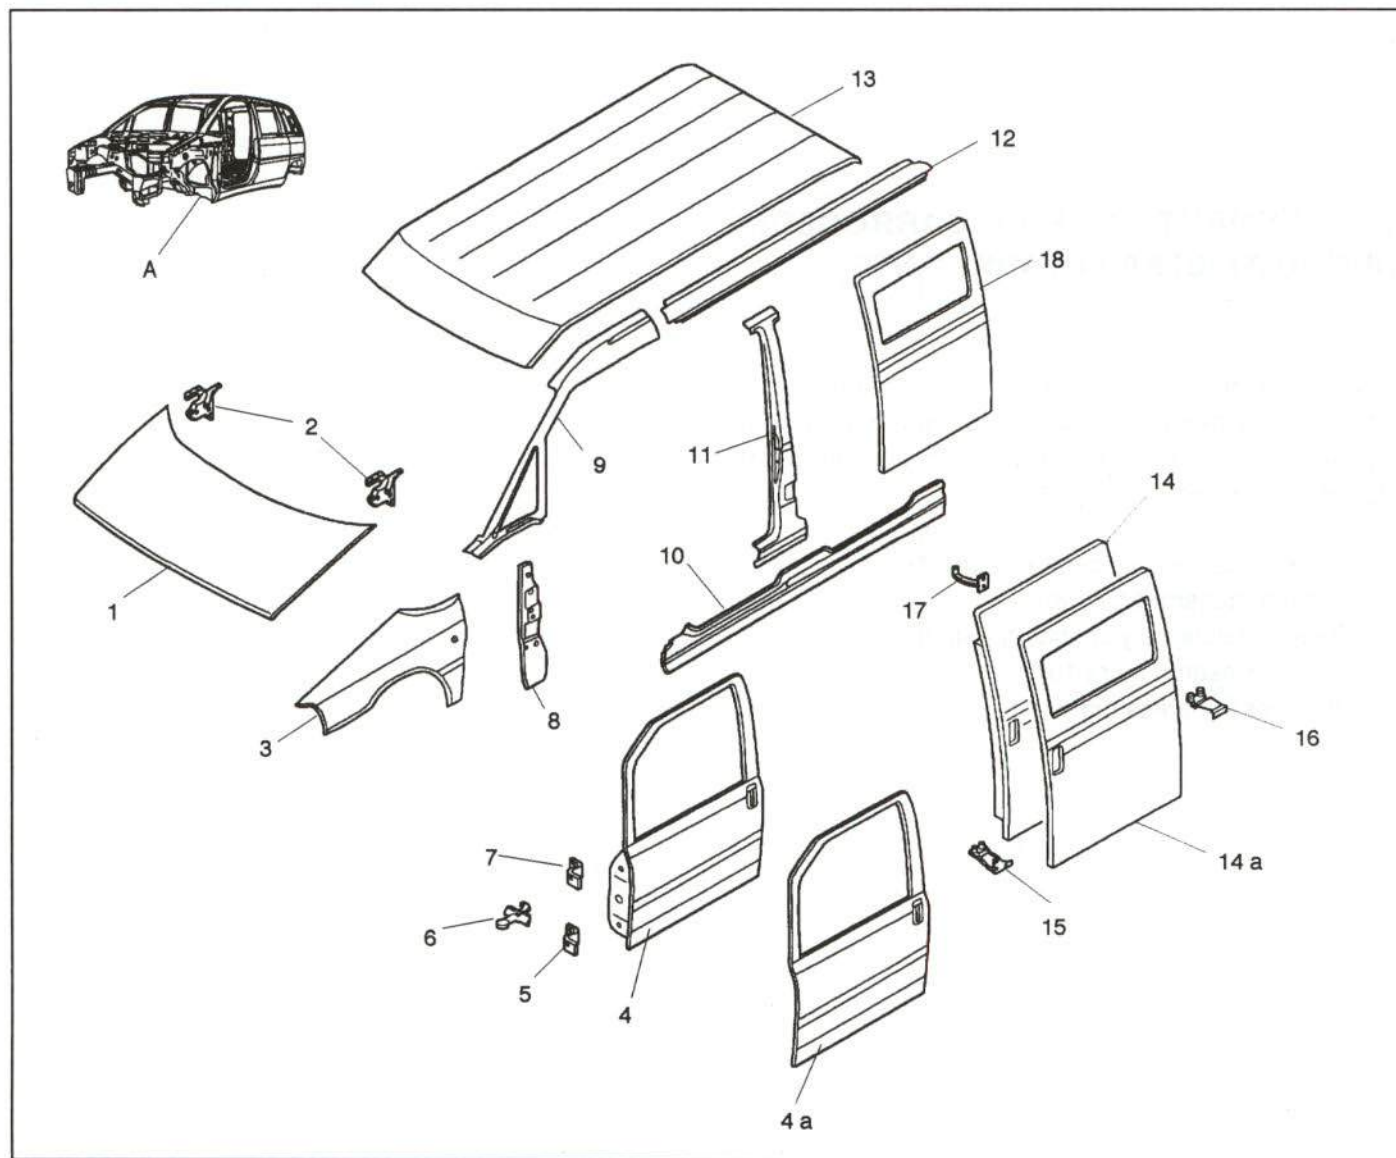

Figura 7.- Despiece exterior delantero y central
- Exterior delantero y central (figura 7).